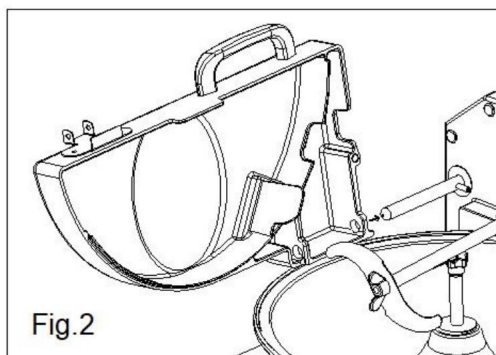

Fig.2
4.4.3.4 Installez le couvercle sur l'arbre fixe, comme illustré à la figure 2.